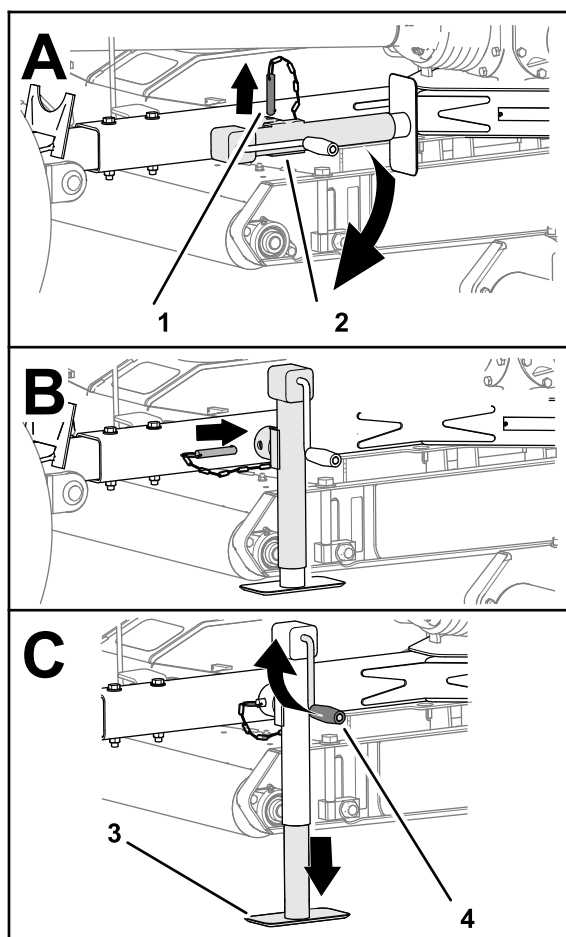

Figura 23
- Retire o pino e rode a barra de reboque na vertical (Figura 23).
4. Alinhe o orifício na barra de reboque com o orifício no macaco (Figura 23).
5. Insira o pino através dos orifícios na barra de reboque e no macaco (Figura 23).
2. Rode a pega do macaco para subir completamente o tapete do macaco; consulte Figura 23 em Sustentação do cortador com o macaco (página 16).